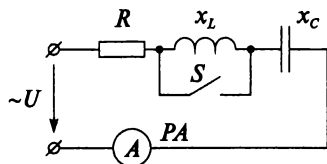

Рис. 9.24
17. При разомкнутом ключе S (рис. 9.24) в цепи наблюдается резонанс напряжений. Как изменится ток после замыкания ключа S ? Поясните.